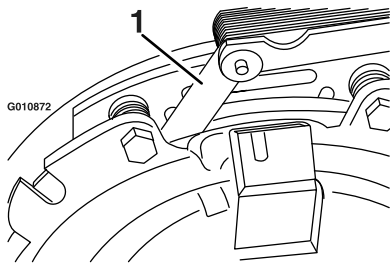
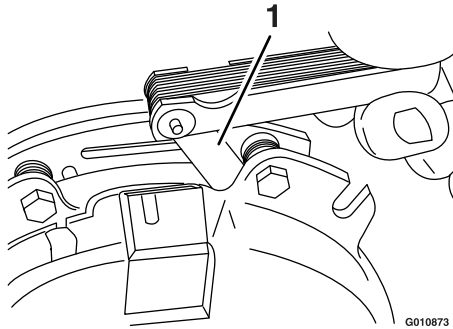

Figura 80
Figura 81
- E. Utilizando um apalpa-folgas com 0,25 mm de espessura, verifique se existe uma folga entre o disco e a armadura em ambos os lados do polo do travão, como se mostra na Figura 80 e na Figura 81.